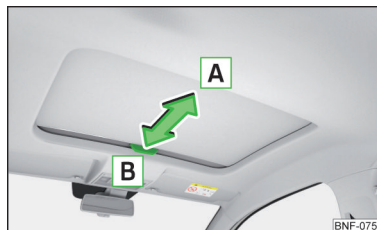

Fig. 39
- Træk grebet i pilens retning A for at åbne » Fig. 39.